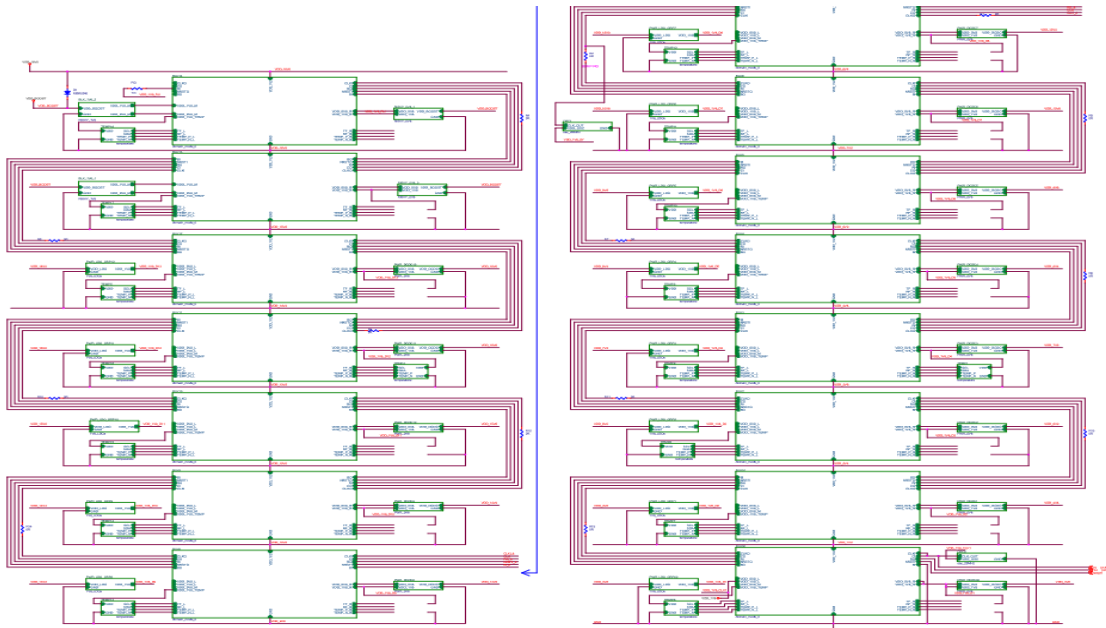

图 4 是 S17e 运算板正面各关键电
3. 电压域：全板有 15 个电压域，每个电压有 9 颗芯片总电压域电压为 18V 每个电压域的电压为 1.2V。同电压域里的 9 颗芯片供电为并联供电，并联后再与其他电压域串联。电路结构如下图 4 所示：